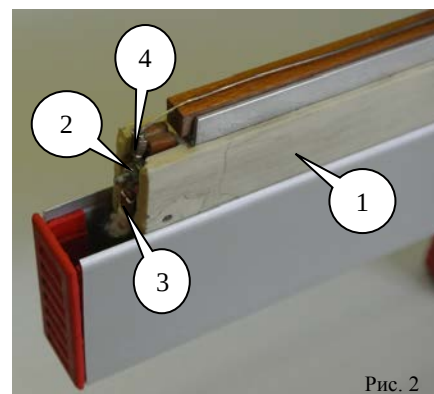
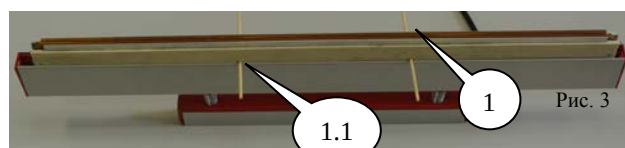

Рис. 2
Рис. 3
- После нажатия рама крепления запаивающего лезвия (1) Рис.2 поднимется вверх и примерно посередине в раме вы увидите два технологических отверстия (1; 1.1) Рис.3 диаметром по 3 мм;
- Далее в них необходимо вставить подходящие по диаметру стержни, чтобы зафиксировать раму в выступающем положении над корпусом (см. Рис.3);
- Открутите гайку лезвия (2) Рис.2 специально приложенной отверткой с одной стороны;
- Снимите токоподводящую клемму (3) Рис.2;
- Снимите клемму нагревающего пружинного элемента (4) Рис.2;